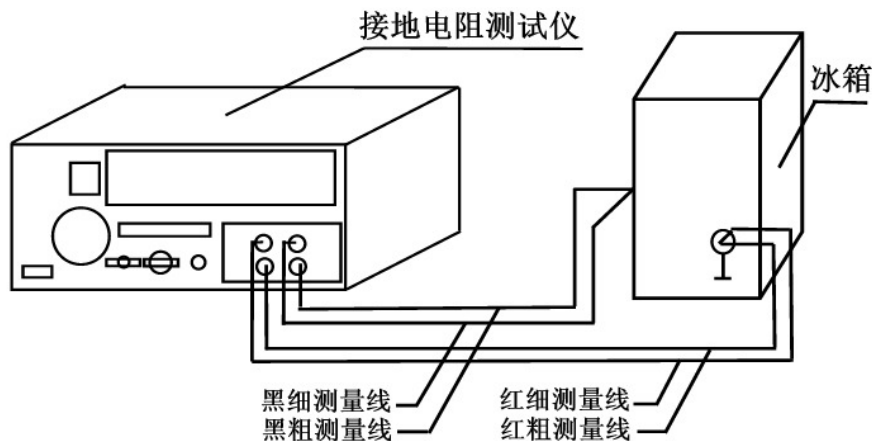

图 3
- 1、一般测试：如图 3 所示接线，将测试夹一个夹在机器总接地端，一个夹在仪器可触及金属部分。